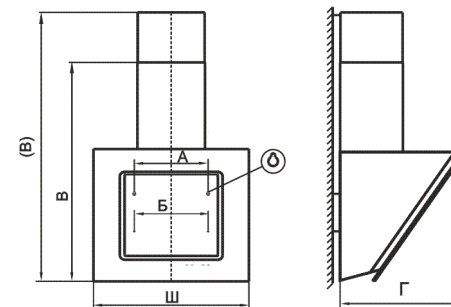

рис. 2
- вверните два самонарезающих винта 6x50 мм (размер А, рис. 2).
Навесьте вытяжку через отверстия типа «замочная скважина» (размер «А», рис. 2) и дополнительно закрепите ее двумя самонарезающими винтами 6x50 мм (размер «Б»).